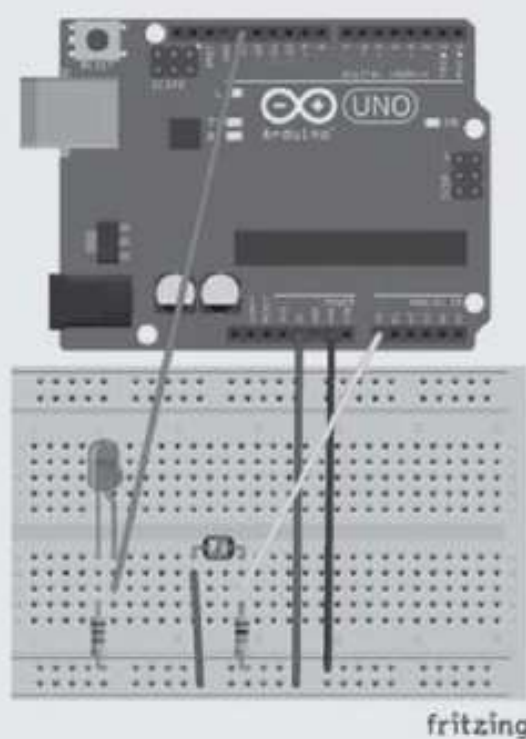

Figura 13.9 – Uso do LDR.
1. Reproduza no Fritzing o projeto mostrado na Figura 13.9, considerando os seguintes componentes: 1 Arduino, 1 resistor de 220 ohms (vermelho, vermelho, marrom), 1 resistor de 10 kohms (marrom, preto, laranja), 1 LED vermelho, 1 LDR, 1 protoboard e jumper cables para realizar as conexões.